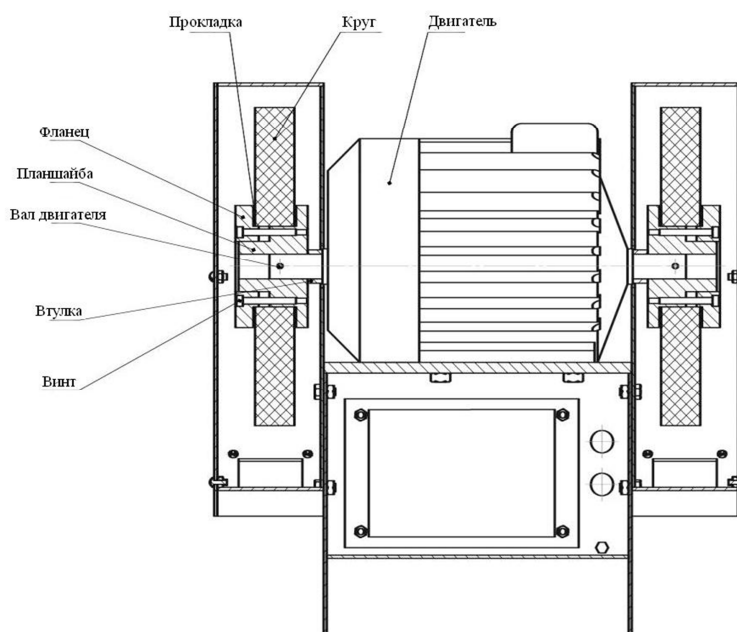

Рис. 2 Крепление шлифовального круга.
2.2.1 Крепление шлифовального круга (рис.2)
Установка подручников 5 и 6 в требуемом положении производится перемещением их в пазах кронштейнов 7 и 8, которые, в свою очередь, крепятся к подставке (тумбе) и могут перемещаться относительно нее. На валу электродвигателя имеются планшайбы для установки кругов. Крепление кругов см. рис. 2.